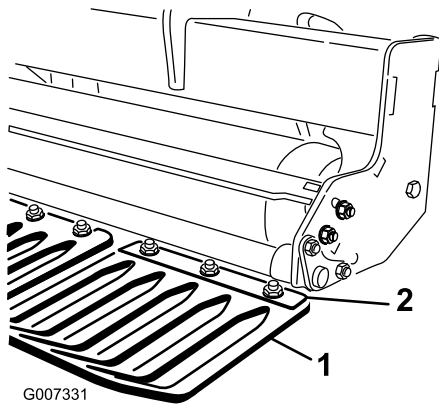

図 17
1. ターフガードクランプをターフガードツールバーに固定しているナットをゆるめる 図 17。